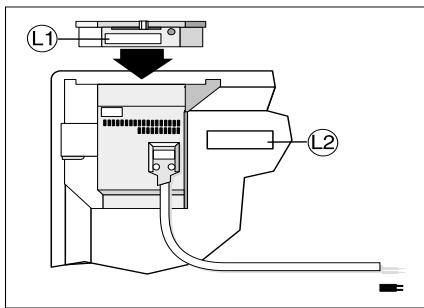

Рис.5
5-1). Электронный термостат: Термостат R80-XSC предназначен для использования с моделями обогревателей Nobø серии 8 (C2N, C4N и T4N). Термостат поставляется в собранном виде, и замена должна осуществляться квалифицированным специалистом. Во время установки термостата прибор должен быть отключен от сети электропитания. На рис. 5 ниже показано, как определить модель термостата (L1).
- Для того чтобы определить, оборудован ваш прибор автоматическим перезапуском, или нет, следует обратить внимание на заводской номер обогревателя, который находится на его задней поверхности (см. рис. 5 L2).